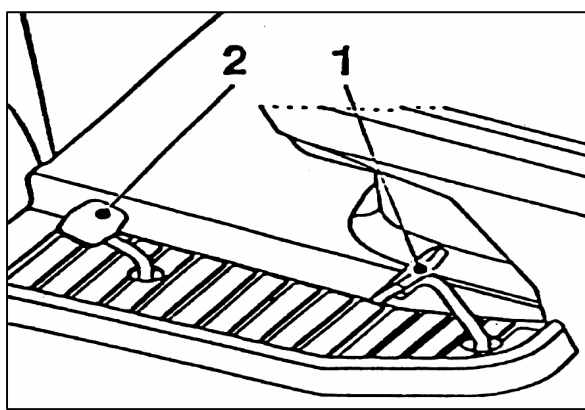

Fig. 18
De traktor is uitgerust met een hydrostatische versnellingsbak. Dit wil zeggen dat het vooruit en achteruit rijden bedient wordt door de pedalen zie fig.18
Duw het pedaal om achteruit te rijden zachtjes in (Fig. 18)
Wanneer de tractor gebruikt wordt om te rijden (niet maaien) duwt het pedaal volledig in om zo de max. snelheid te kunnen benutten (fig.18 pos.1)
De lichten gaan automatisch aan bij het omdraaien van de contactsleutel tijdens het starten (fig. 18)